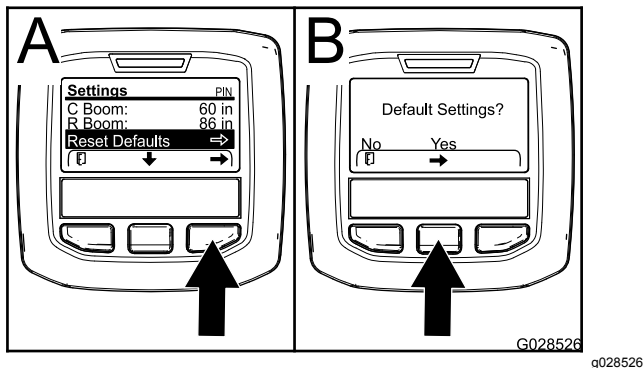

Figura 28
- Premete il pulsante di selezione centrale per navigare nella voce Ripristina predefiniti (Figura 28).
- Nella schermata delle Impostazioni predefinite, premete il pulsante di selezione sinistro per selezionare No o il pulsante di selezione destro per selezionare Sì (Figura 28).